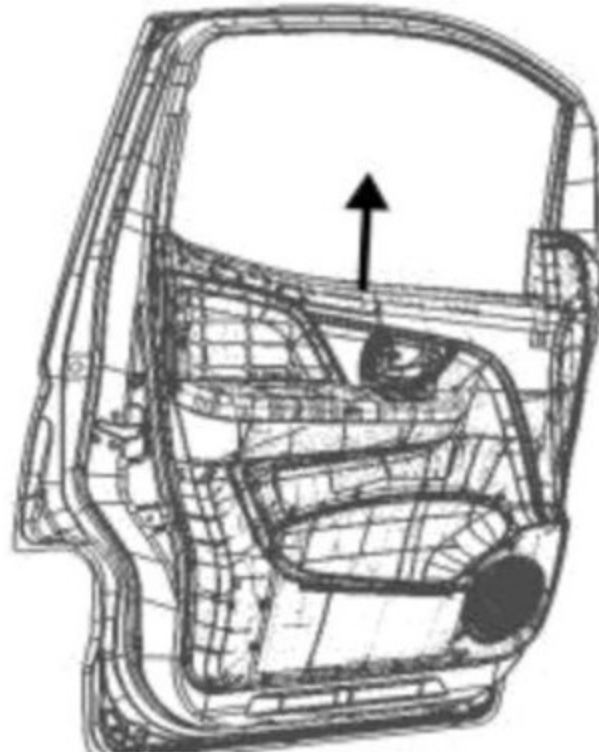

图 1.7.5 左前门护板的拆卸
(4) 卡扣全部撬开后，将门护板向上抬使其从钣金上脱落后（如图 1.7.5 所示），拆除拉锁后，即可取下门护板总成。